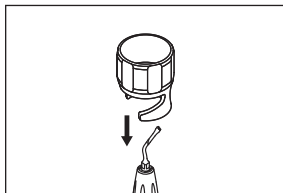

Fig. 2
- 2) Alignez la clé de vissage avec la partie carrée de l'insert (Fig. 2).